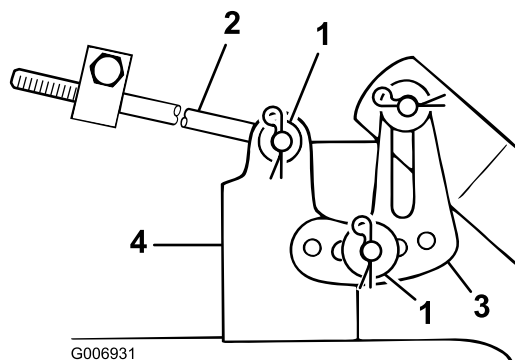

Figure 40
9. Enlevez la goupille fendue et la rondelle de l'extrémité de la longue tige (Figure 40) et glissez la tige hors du support du plateau.
10. Enlevez la goupille fendue et la rondelle de la patte de mise à niveau du plateau de coupe (Figure 40). Dégagez la patte de l'axe de montage et remettez la rondelle et la goupille fendue en place pour ne pas les perdre.